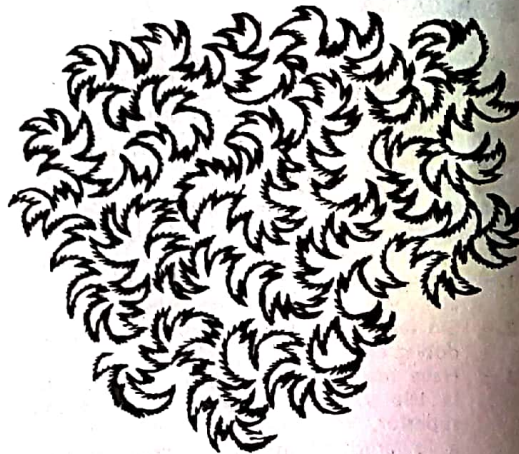

Fig. 34
- 2.— Bajando el pie prensatela, comience la operación moviendo el bastidor circularmente hacia un lado y otro (del modo que se gira el volante de un vehículo) formando figuras arabescas en forma desordenada de modo que den una imagen de plumas dispersas (Fig. 34).